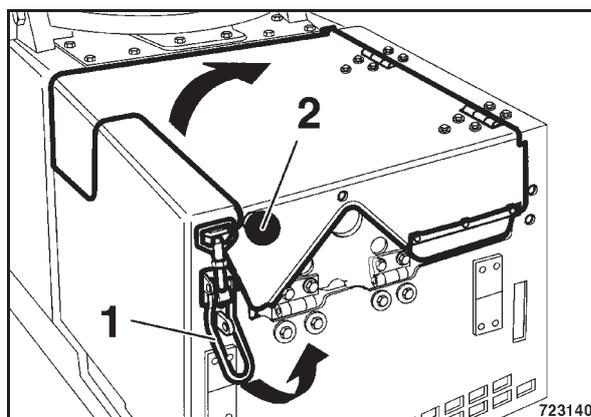

Bild 98
- Wartungshaube öffnen (Bild 98).